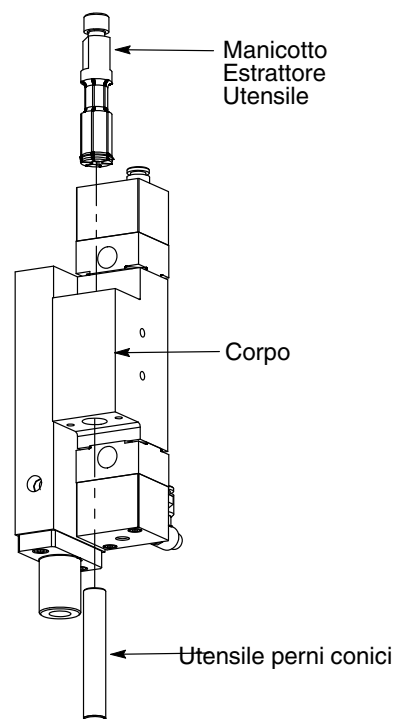

Figura 12 Immagine esplosa di estrattore manicotto e perno conico
2. Vedi figura 12 per l'applicazione corretta degli utensili estrattori.